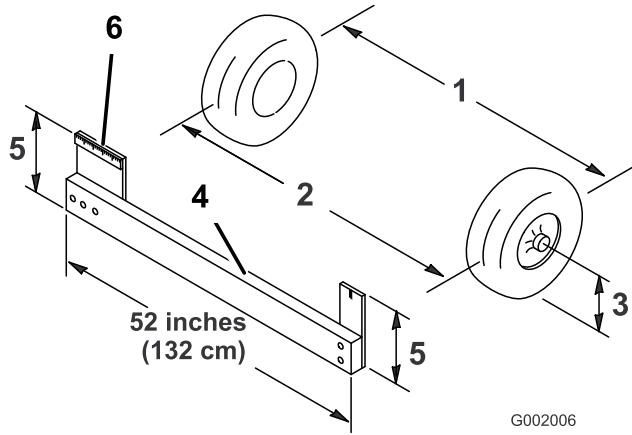

Figura 58
- Mida la distancia entre los neumáticos delanteros a la altura del eje, en la parte delantera y trasera de las ruedas (Figura 58). Es necesario utilizar una plantilla para medir la distancia entre la parte trasera de las ruedas delanteras a la altura del eje. Utilice la misma plantilla para medir con precisión la parte delantera de las ruedas delanteras a la altura del eje (Figura 58).